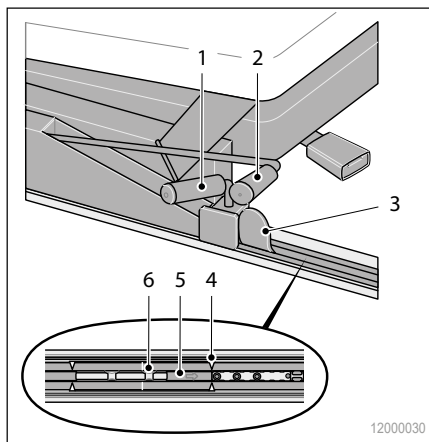

Abb. 5 Sitz-Liege-Kombination (Sitzbank)
1. Verschieben Sie den Schlitten (Abb. 5/5) in den beiden Schienen, dass beide Schlitten parallel auf Höhe der weißen Markierungen (Abb. 5/4) stehen.
2. Setzen Sie die Sitzbank in die Schiene, dabei müssen die Krallen (Abb. 5/3) der Sitzbank hinter den Aufnahmebolzen des Schlittens sitzen.
- Die beiden kurzen Verriegelungshebel (Abb. 5/1) rasten automatisch ein und fixieren die Bank.
- ▶ Ziehen Sie den Hebel zur Längsverstellung (Abb. 5/2) nach oben, bewegen Sie die Sitzbank in die gewünschte Position und lassen Sie dort den Hebel los.
1. Ziehen Sie beide Verriegelungshebel (Abb. 5/1) nach oben.
2. Schieben Sie die Sitzbank nach hinten. Die Krallen (Abb. 5/3) werden so wieder aus den Aufnahmebolzen geschoben.